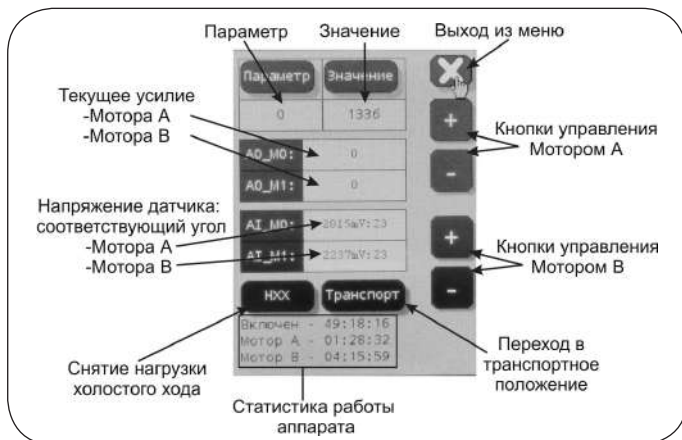

Рисунок 5.7 – Дисплей режима настройки системы
5.5. Дисплей режима настройки системы (меню установок и настройки Аппарата) (см. рис. 5.7):